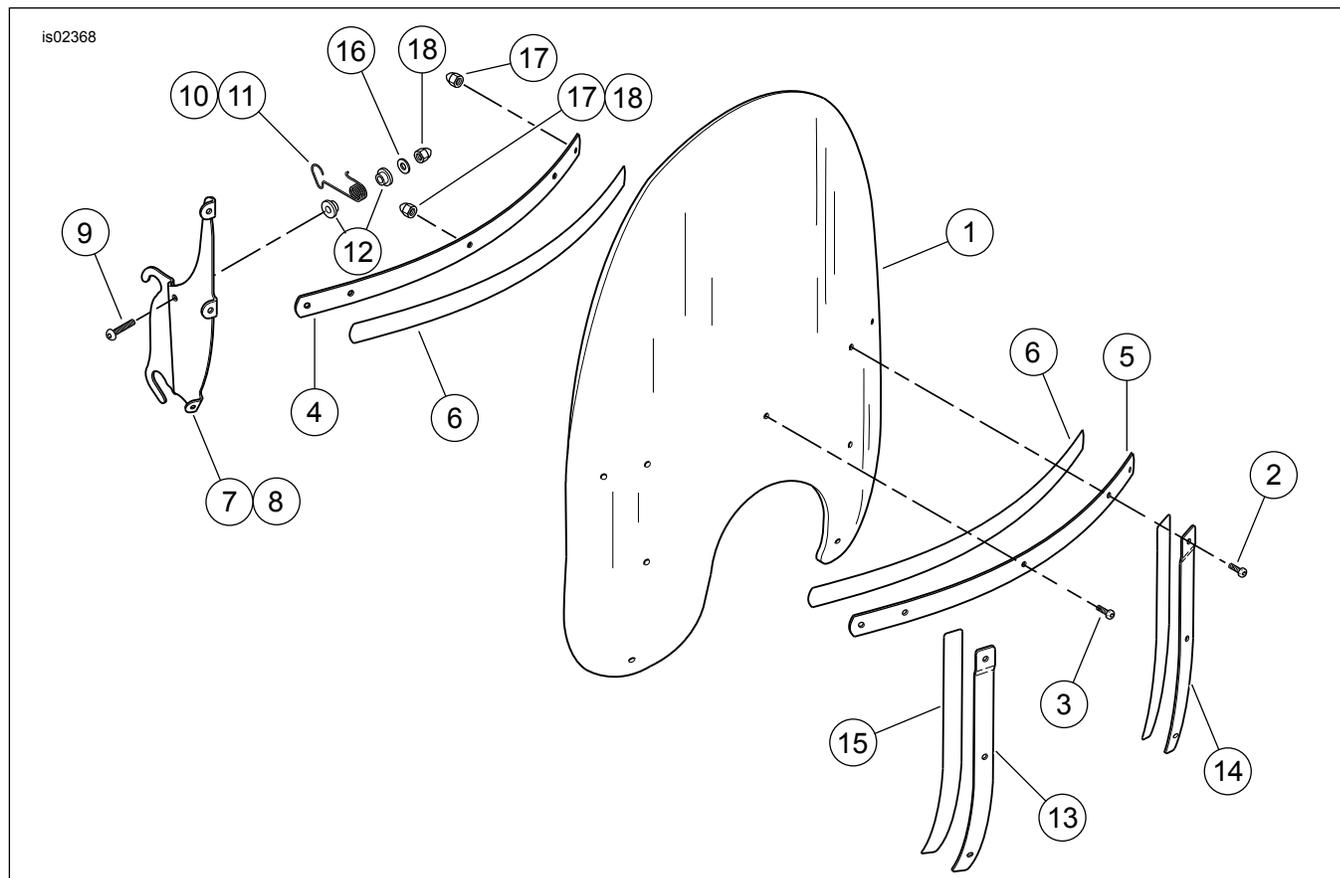
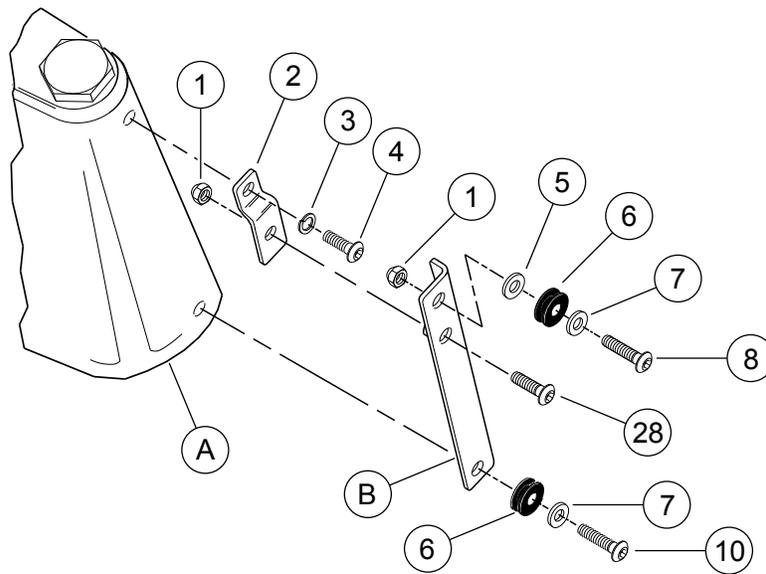

Figura 1. Piezas de servicio: Kits de parabrisas
Figura 2. Piezas de servicio: Kit de elementos de sujeción del parabrisas
Vea Figura 1 y Tabla 2, Figura 2 y Tabla 3.
2. Vea Figura 2. Mantenga los tornillos de la pieza de soporte de la luz para niebla/de paso inferiores (10) en su lugar. Gire los topes de las piezas de soporte izquierda y derecha hacia la parte trasera de la motocicleta.
3. Enrosque un tornillo de 3/4 pulg. de largo (9) del kit en la tuerca soldada de la pieza de soporte de la luz para niebla/de paso y apriete a 10,8 Nm (8 pie-lb). Coloque el extremo ancho de una pieza de soporte de montaje (2) sobre las roscas del tornillo. Instale una tuerca de seguridad (1) en las roscas del tornillo. Ajuste la tuerca de seguridad a 10,8 Nm (8 pie-lb).
6. Coloque una arandela de seguridad (3) en un tornillo de 1/2 pulg. de largo (4) del kit. Inserte el tornillo a través de la pieza de soporte de montaje (21) y la cubierta decorativa de la horquilla, y dentro de la abrazadera triple. Use una llave Allen insertada a través del agujero superior en la pieza de soporte de la luz para niebla/de paso para apretar el tornillo. Ajuste.